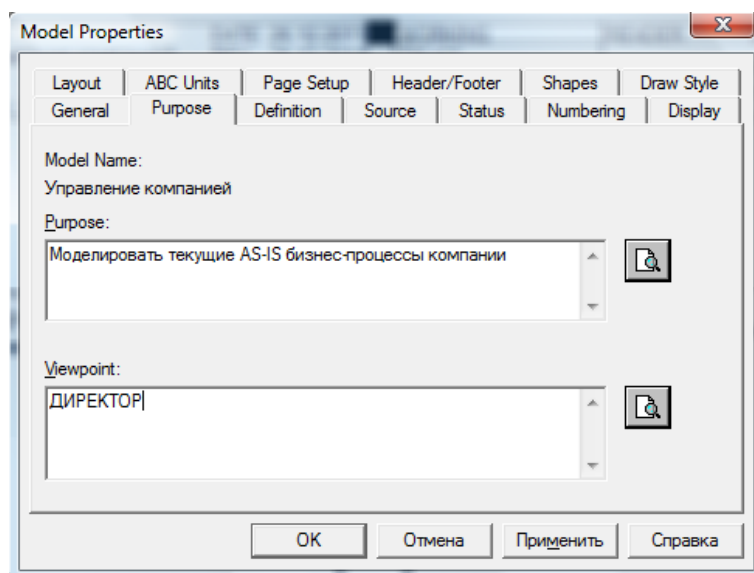

Рисунок 1.4 – Определение цели моделирования и точки зрения на вкладке «**Purpose**» **Model Properties**
9. Во вкладке Purpose диалогового окна Model Properties в текстовое поле Purpose (цель) внесите данные о цели разработки модели: "Моделировать текущие AS-IS бизнес-процессы компании", а в текстовое поле Viewpoint (точка зрения): "ДИРЕКТОР" (рисунок 1.4).